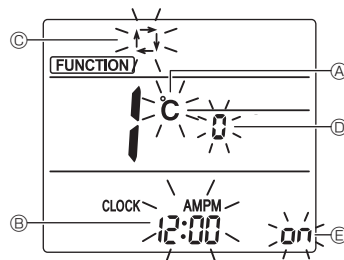

Fig. 6-10
- Θα εμφανιστεί η οθόνη ρύθμισης ενδείξεων. (Fig. 6-10)